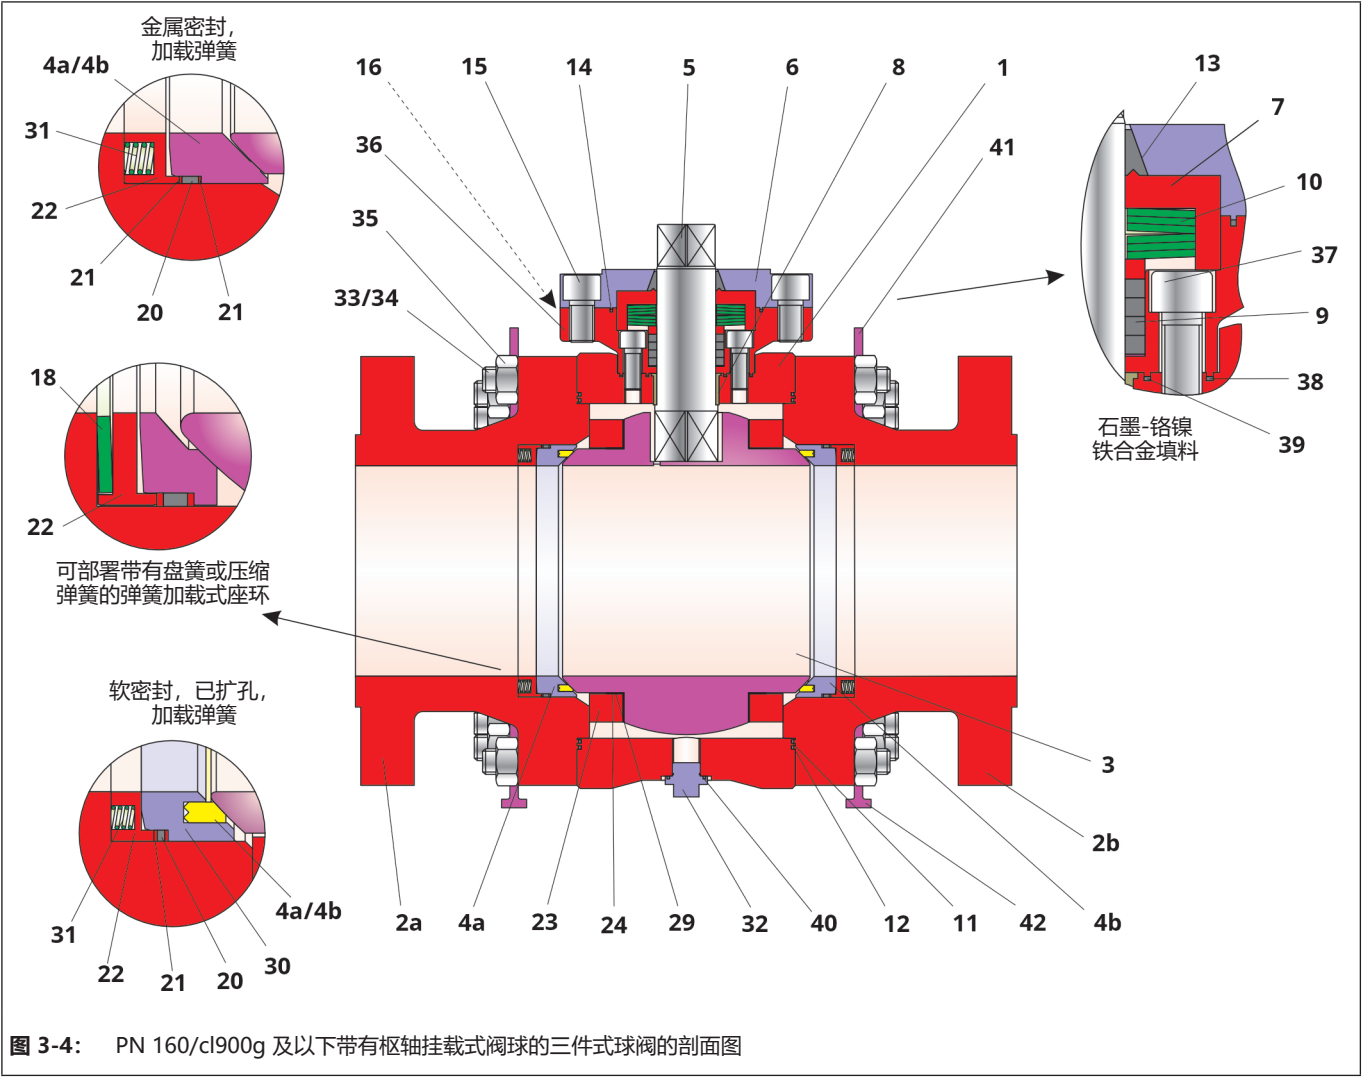

图 3-4： PN 160/cl900g 及以下带有枢轴挂载式阀球的三件式球阀的剖面图
在组装期间必须遵守图 3-4 中所示各个部件的位置和排布。
- ⇒ 以轻微旋转运动推动 石墨填料 (9) 经过预组装控制轴 (5)，并将其插入阀盖法兰 (36) 的填料空间。有关 V 形环的排布，请参见图 3-4。
- ⇒ 将盘簧组 (10) 放在填料 (9) 上。有关盘簧的排布，请参见图 3-4。
- ⇒ 推动衬套 (7) 经过控制轴 (5)，以使其停靠在盘簧 (10) 上并将其居中。
- ⇒ 小心向上推动碳石墨环 (13) 经过控制轴 (5)，直抵衬套 (7)。
- ⇒ 将碳石墨环 (14) 插入填料箱法兰 (6) 的沟槽。
- ⇒ 将填料箱法兰 (6) 穿过控制轴 (5) 放到主阀体 (1) 上。
- ⇒ 轻轻润滑螺钉 (15)。
- ⇒ 用螺钉 (15) 调整填料箱法兰 (6)。